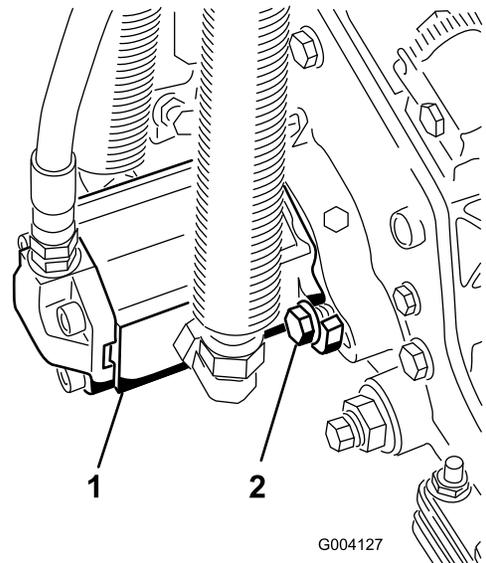

図 30
- モータを手に持ち、右回りにひねってモータのフランジをボルトから逃がしながら、キャップスクリューにモータをセットする(図 30)。